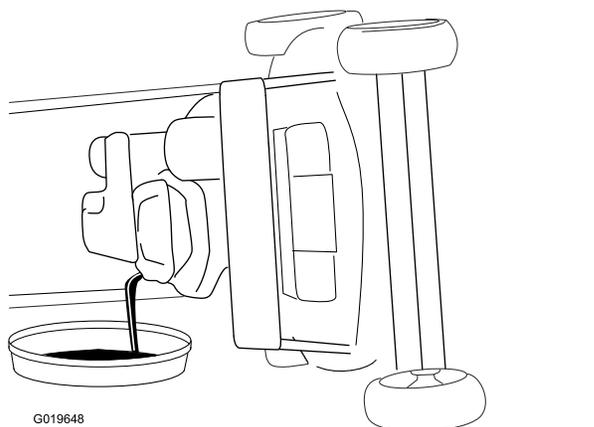

Figura 31
4. Incline o cortador para o lado (de forma a que o filtro de ar fique voltado para cima) para drenar o óleo utilizado para fora do tubo de enchimento do óleo (Figura 31).